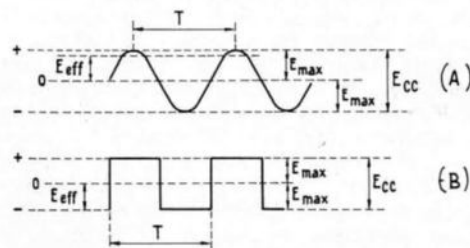

FIG. 4
La figure 4 montre en (A) un signal sinusoïdal et en (B) un signal rectangulaire.